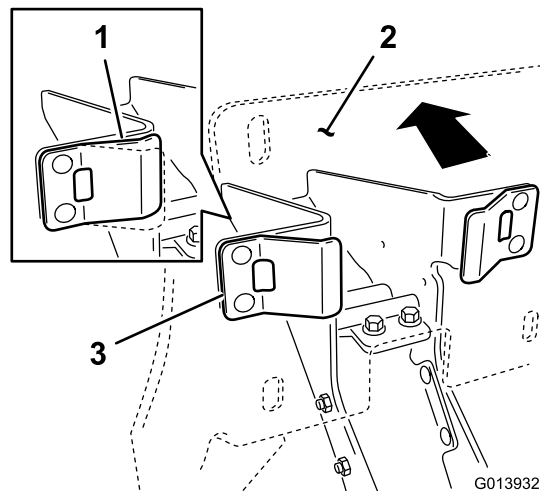

Figura 11
4. Asegurándose de que los topes de plástico están en contacto con las pestañas de los muelles, aplique suficiente presión contra la chapa trasera del soporte para comprimir las pestañas de resorte hasta el punto intermedio (Figura 11).